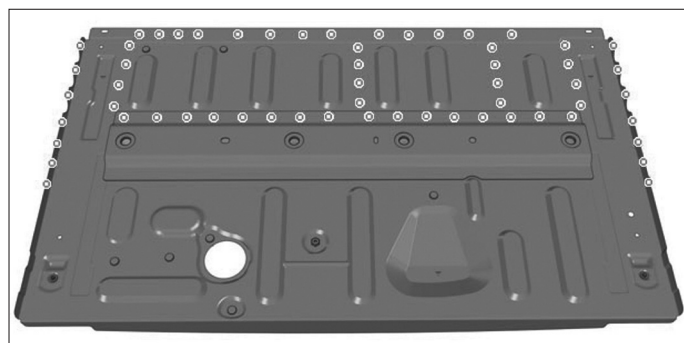

FIG. 210
- Percer des trous Ø 6,5 mm pour soudage par points bouchons (Fig.210).